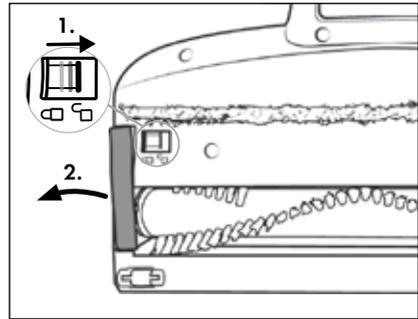

Fig. 24
- 2) Para desencastar el rodillo de cepillos **21**, desplace el desencastre del rodillo de cepillos **19** con el dedo hacia el símbolo  (abrir). Tras esto, retire el soporte del rodillo de cepillos **20** del cepillo para suelos **22** (consulte la fig. 24).